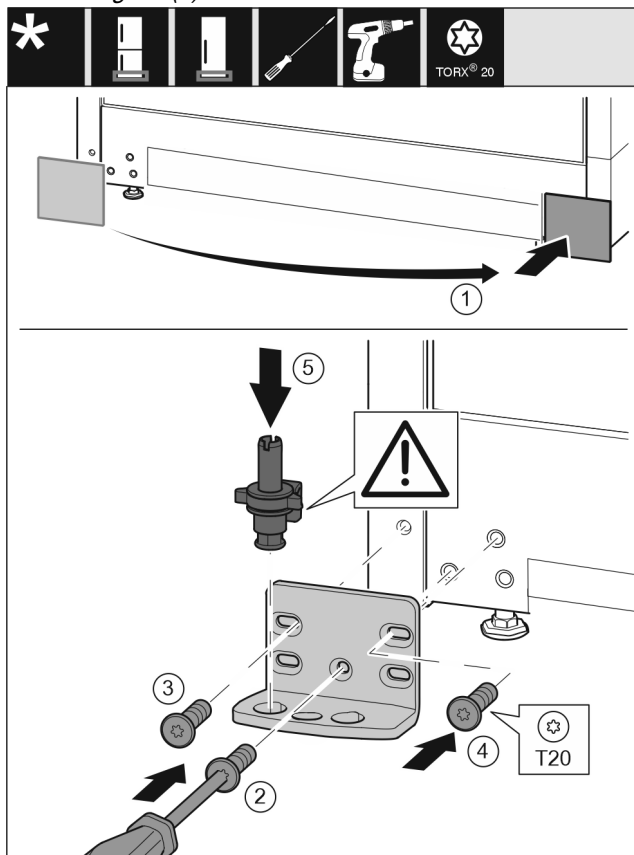

Fig. 16
- ▶ Sejměte kryt a připevněte jej na druhé straně. Fig. 16 (1)
- ▶ Nasadte stojan ložiska na druhé straně a přišroubujte pomocí šroubováku T20. Začněte šroubem 2 dole uprostřed. Fig. 16 (2)
- ▶ Pevně utáhněte šroub 3 a 4. Fig. 16 (3,4)
- ▶ Zcela vložte ložiskový čep. Přitom dávejte pozor, aby zajišťovací vačka směřovala dozadu. Fig. 16 (5)